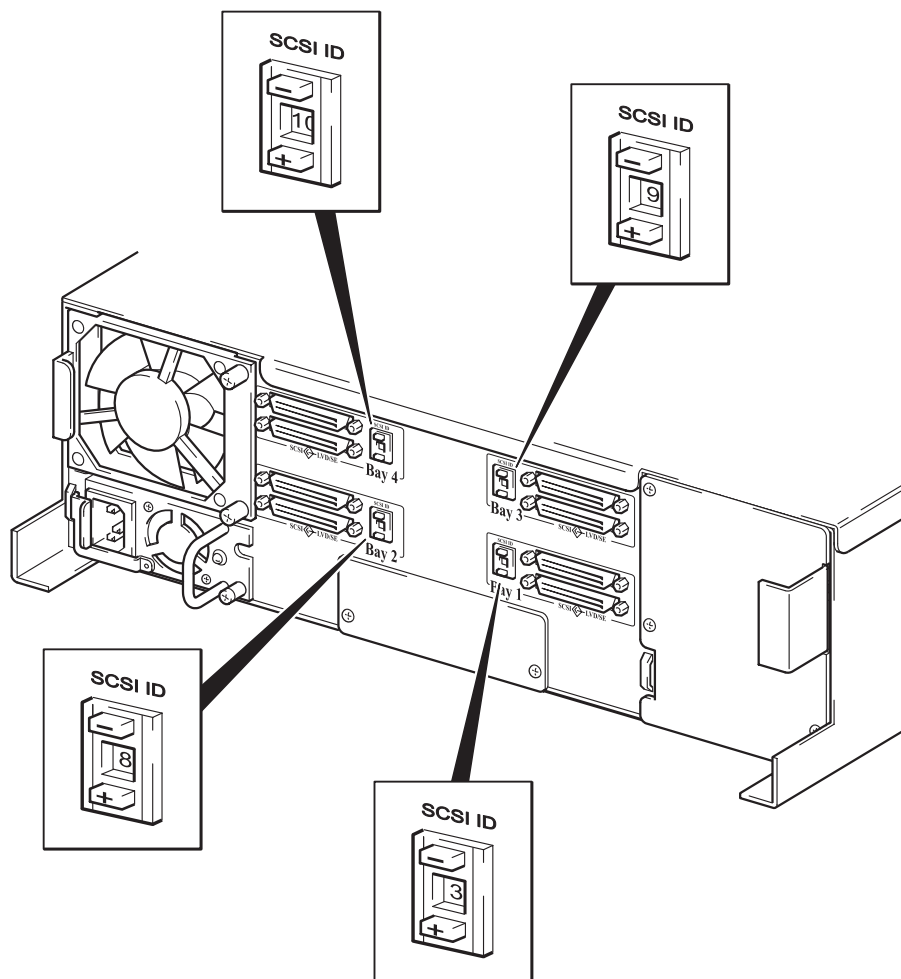

图 2: 设置 SCSI ID
**2** 设置正确的开关，如图 2 所示。如果以菊花链方式连接设备，则确保这些设备具有相同的 SCSI 型号，并且同一 SCSI 总线上的每台设备均具有唯一的 SCSI ID。请勿在同一 SCSI 总线上以菊花链方式连接两台以上的设备。